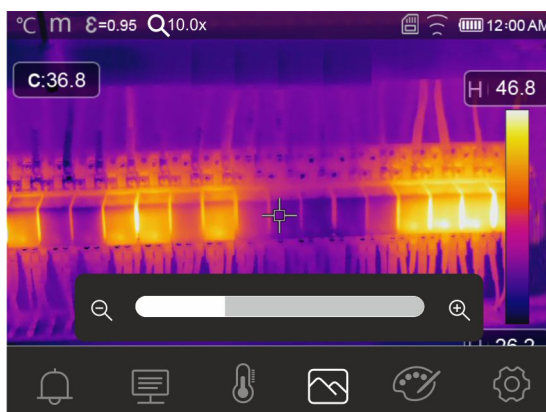

Fig. 39: Ativação de zoom da imagem
2. Clique no símbolo “” para entrar no menu “Menu da paleta”. O ecrã da Fig. 39 - lado direito é exibido no dispositivo